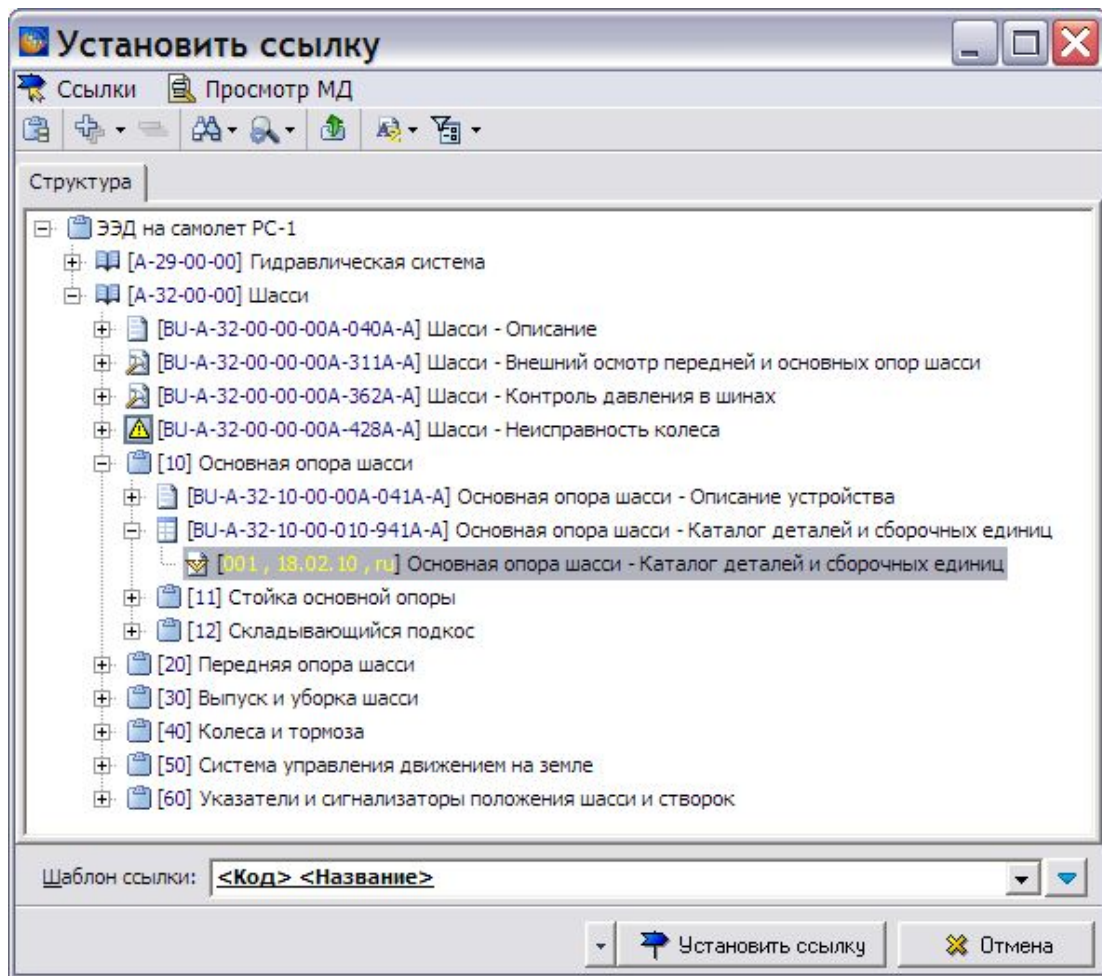

Рис. 6.21
- Включите радиокнопку **Ссылка на МД**. При этом появится окно **Установить ссылку** (Рис. 6.21).